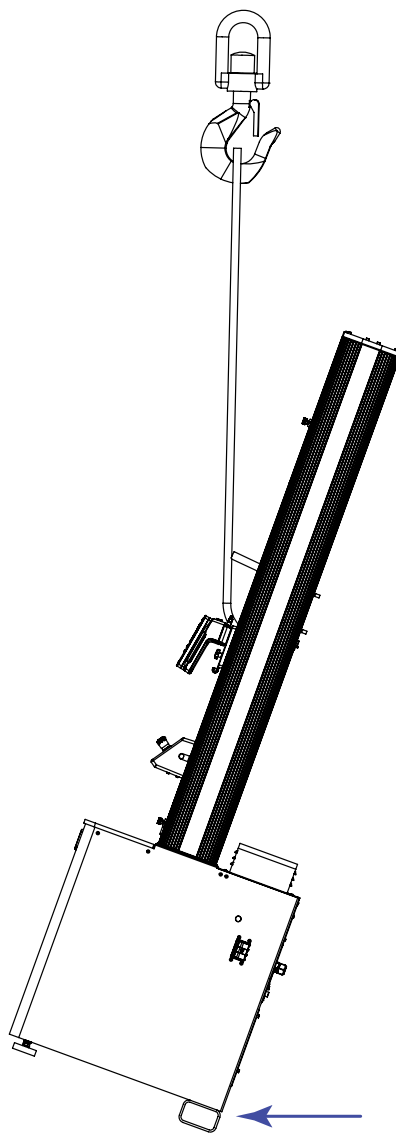

図 24. ロード フレームの直立
5. フレームをゆっくりと持ち上げ、垂直にします（80 ページの図 24 を参照）。